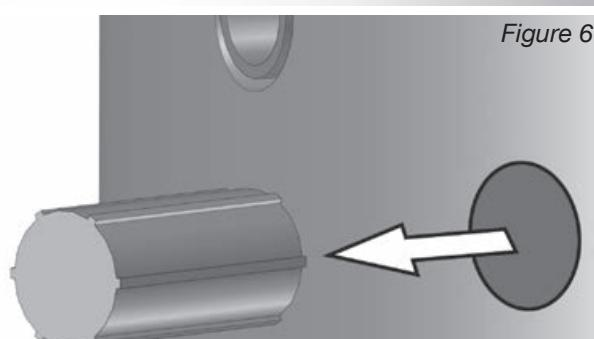

Figure 6
3. Extraire le cylindre (découpé en usine) de l'isolation du ballon d'eau chaude (fig. 6).